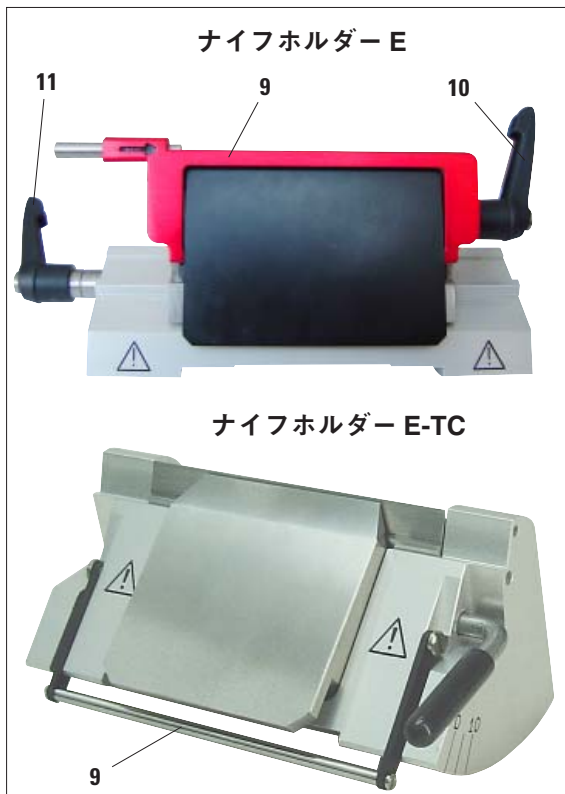

図4
ナイフホルダー E/E-TC のナイフガードは、赤い折り畳み式ハンドル (9) です。刃先をカバーするには、ナイフガードハンドル (9) を図4に示すように上に折り畳みます。